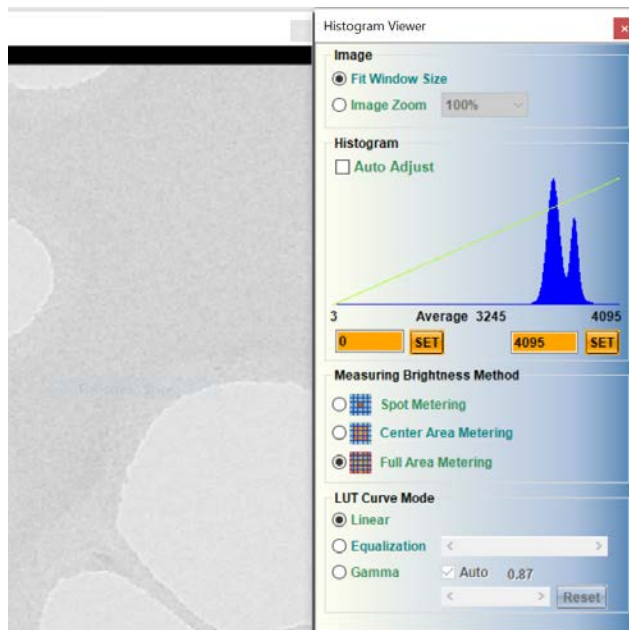

図 19 フルレンジを表示させた場合
1. Auto Adjust のチェックを外し、グラフ中の任意の場所をダブルクリックする (図 19) ⁴⁶。